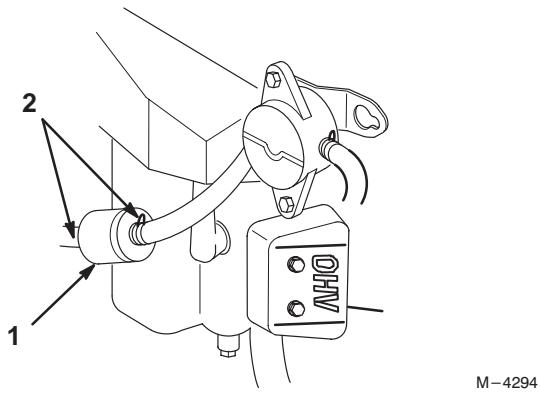

Figure 36
3. Pincer les extrémités des colliers et faire glisser ceux-ci pour les éloigner du filtre (Fig. 36).